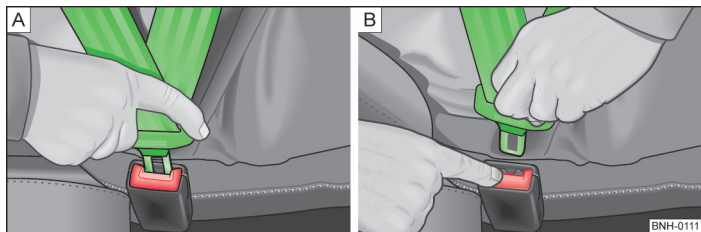

Fig. 137 Allacciare/Slacciare le cinture di sicurezza
- Infilare la linguetta nella fibbia del corrispondente sedile » fig. 137 - A fino a sentire l'innesto in posizione.
- Premere il tasto rosso sulla fibbia della cintura » fig. 137 - B la linguetta sarà espulsa.